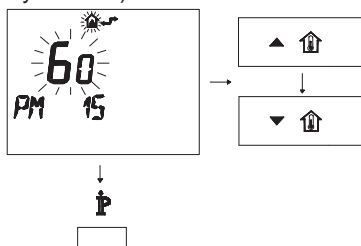

Рисунок 5.59
- Изменяйте заданное значение посредством кнопки **▲** **⬆** или **▼** **⬆** до появления заданного значения **60** и подождите, пока заданная цифра не начнет мигать (Рисунок 5.59).